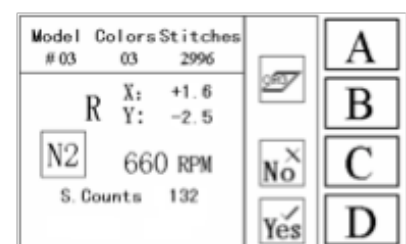

Fig. 7.10.1
1. Desligue a máquina novamente. Pressione a tecla . A Fig.7.10.1 aparecerá.